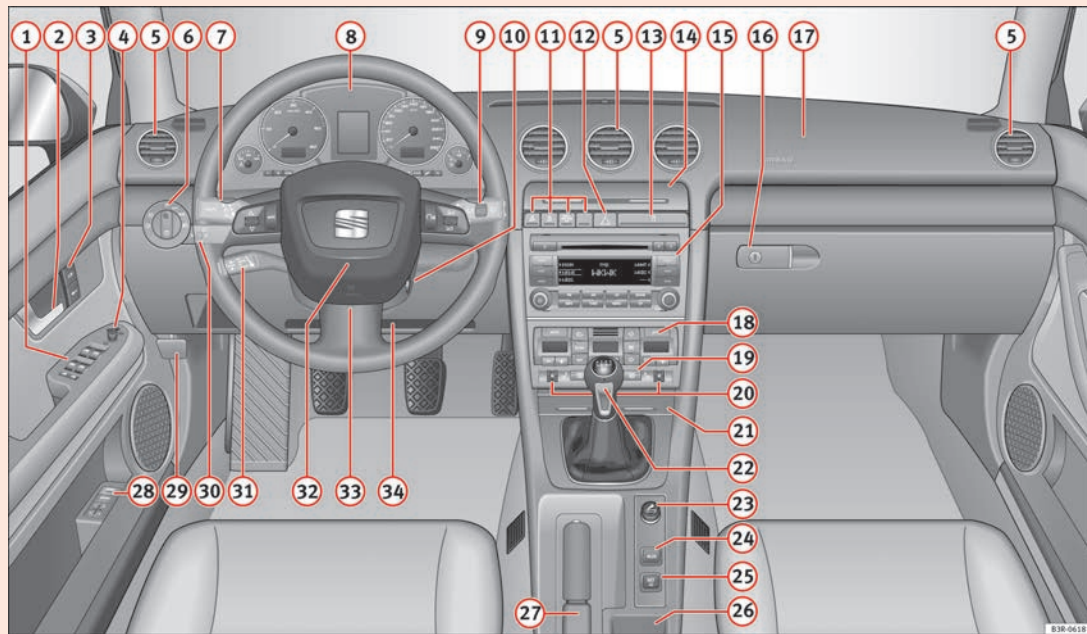

Abb. 36 Einige der gezeigten Instrumente oder Anzeigefelder gehören nur zu bestimmten Modellausführungen oder sind Mehrausstattungen.
- Bei Fahrzeugen mit Rechtslenkung\* weicht die Anordnung der Bedienelemente zum Teil von der in ⇒ **Abb. 36** gezeigten Anordnung ab. Die Symbole, die die Bedienelemente markieren, sind jedoch gleich. ■